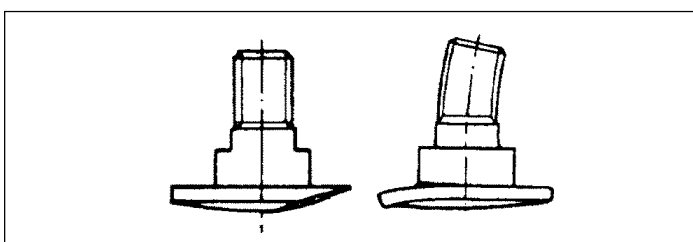

Abb. 21
- Die **Befestigungsschraube** der Klingen ist verbogen oder unter dem Kopf zu stark verschließen (Abb. 21).